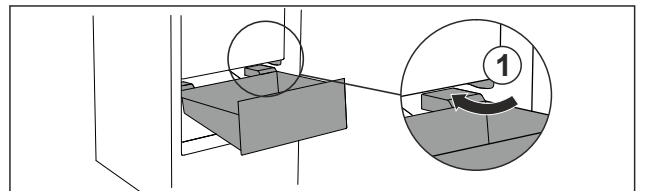

Fig. 69
- ▶ Far passare il cassetto intorno ai fermi Fig. 69 (1) inclinandolo.